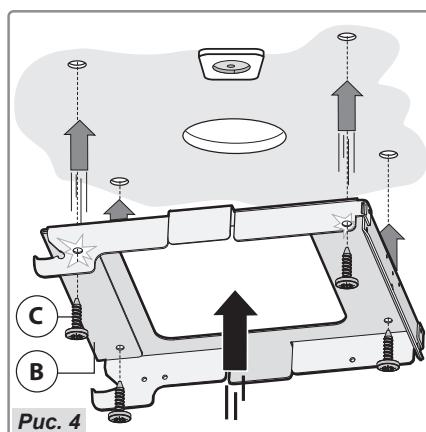

Рис. 4
- Возьмите кронштейн В и зафиксируйте его на потолке с помощью четырех винтов С (рис. 4).